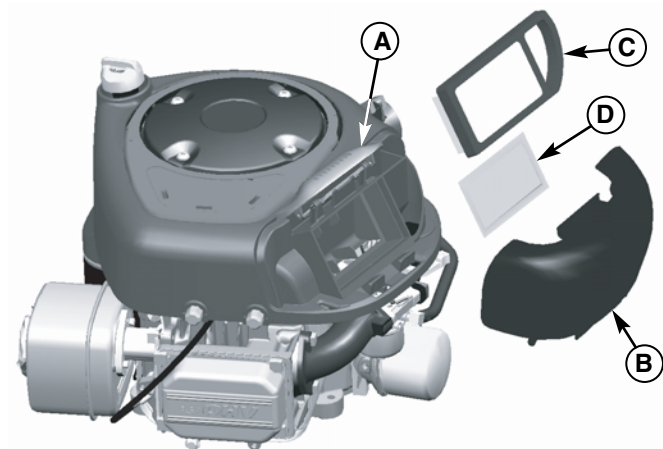

Figure 27. Réparation du filtre à air - Modèles à cylindre simple Briggs & Stratton
2. Retirer le couvercle (B). Retirer le filtre (C, figure 27) et le pré-filtre (D).
3. Poser le pré-filtre (D), le côté en filet vers le haut. Installer le filtre (C) comme il l'est indiqué.
4. Installer le couvercle (B, figure 27) en s'assurant d'insérer les languettes dans leurs fentes. Fixer avec le loquet (A).